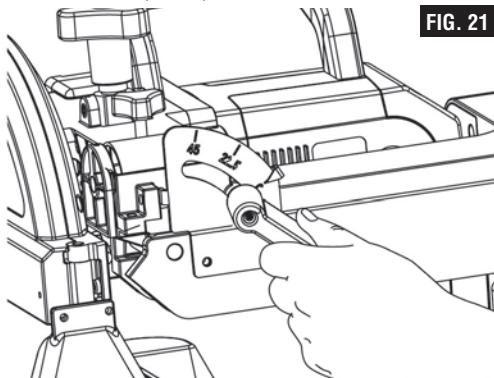

FIG. 21
- Desserrez le bouton de réglage pour coupe en biseau à l'arrière de la scie (Fig. 21).